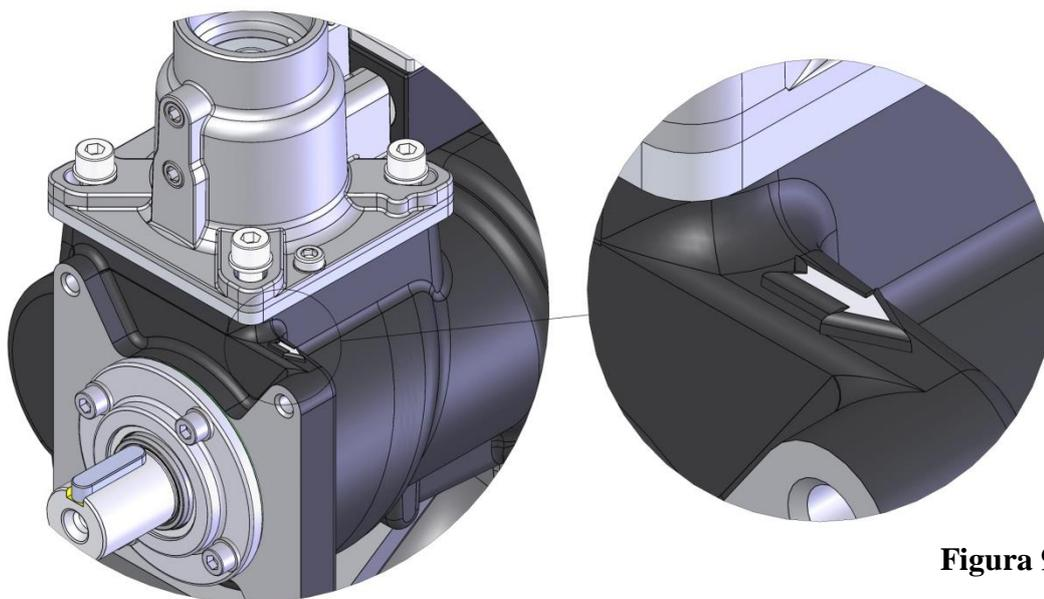

Figura 9
- Se le fasi della linea di alimentazione sono posizionate correttamente, il gruppo vite ruoterà come indicato dalla freccia nella **figura 9**.
La rotazione inversa del gruppo vite rispetto il verso della freccia in rilievo indicata nel corpo (Vedi figura 9) può danneggiare il gruppo vite!